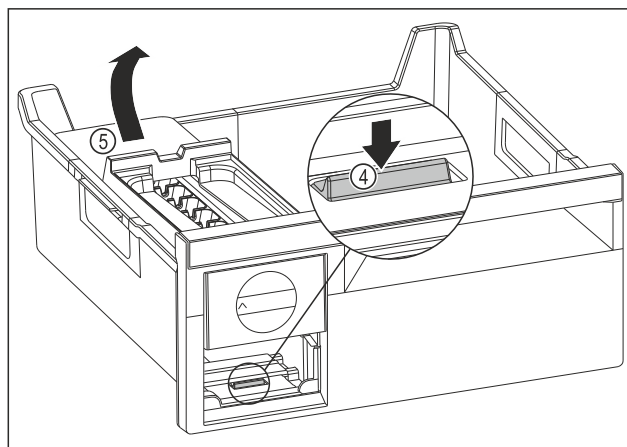

Fig. 78
- ▶ Estrarre il corpo dell'EasyTwist-Ice: Con un dito spingere la linguetta Fig. 78 (4) verso il basso e allo stesso tempo, con l'altra mano, sollevare il corpo dell' EasyTwist-Ice Fig. 78 (5) da dietro.